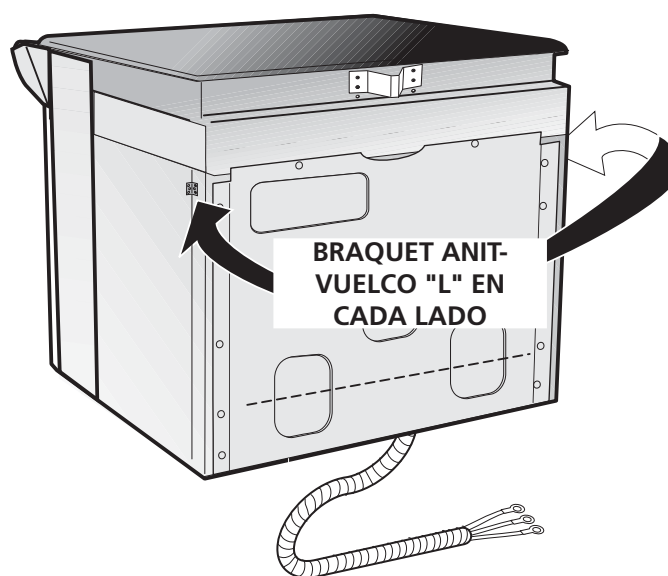

Figura 6
1. La estufa está equipada con 2 braquets antivuelco "L" localizados en cada lado de la estufa con 2 tornillos (ver figura 6).